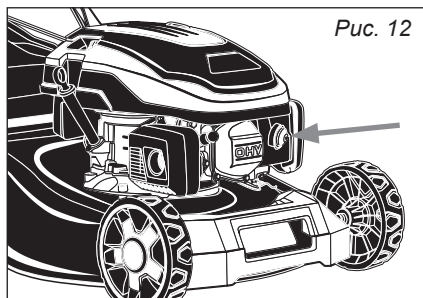

Рис. 12
1. Нажмите 3-4 раза на кнопку подкачки топлива (рис. 12).